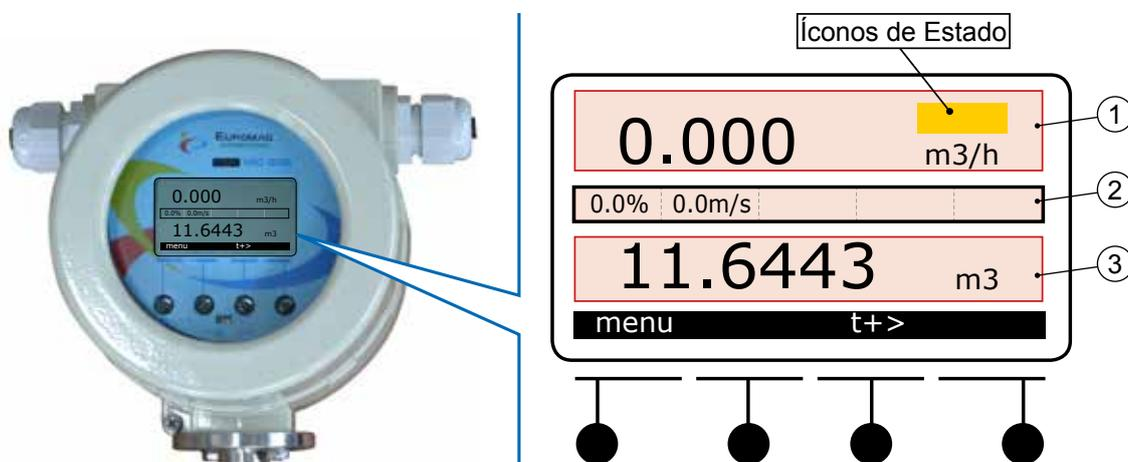

Fig. 44 Descripción del Display
- El área superior (ver 1, Fig. 44) contiene los símbolos de información de estado, con indicadores de duración de la batería (MC608B y MC608R), fuente de alimentación (MC608A) o fuente de alimentación y recarga de la batería (MC608R), así como los símbolos de alarma y lectura instantánea del caudal (para obtener más información sobre los iconos que se pueden mostrar y sus significados, consulte el párrafo “5.2.2 Identificación y descripción de los iconos de estado”).
- El área central (ver 2, Fig. 44) contiene un gráfico lineal del caudal expresado como un porcentaje de la escala completa .
- El cliente puede seleccionar el área inferior (ver 3, Fig. 44) y las opciones posibles son: